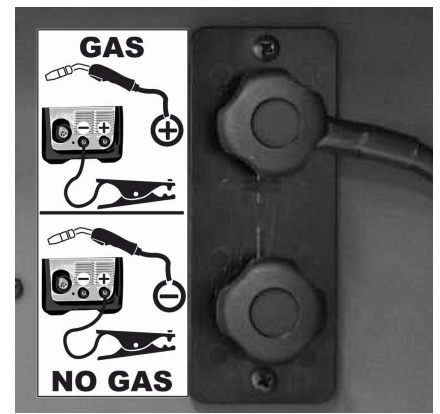

Figure 7
- Connecter le tuyau de gaz au mano-détendeur en le fixant avec la bague fournie et à l'entrée gaz à l'arrière du poste (14).
- Connecter le câble de masse au pôle positif (9) de la façade.
- Connecter le câble de connexion de la torche au pôle négatif du bornier de tension, dans le dévidoir du poste (Fig. 7).
- Connecter le câble de masse au pôle négatif (10) de la façade.
- Connecter le câble de connexion de torche au pôle positif du bornier de tension, dans le dévidoir du poste (Fig. 7).